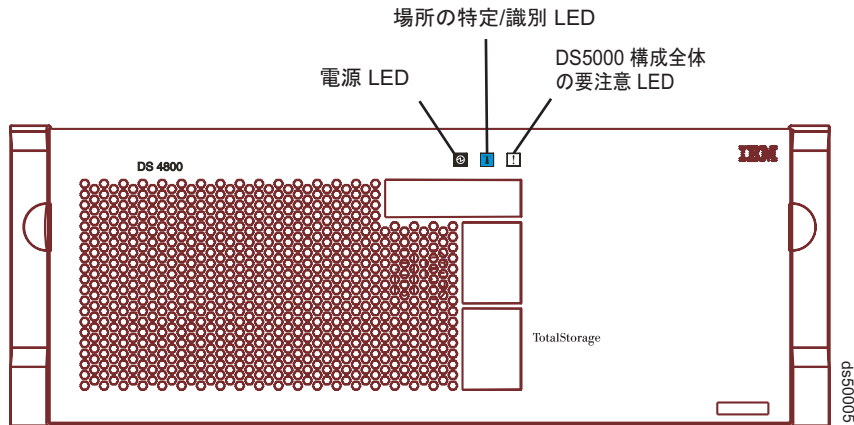

図 115. DS5100 および DS5300 の前面ベゼルにある構成全体の要注意 LED
2. ストレージ・サブシステムの前面ベゼルにある構成全体の要注意 LED を調べて、障害のある電源機構およびファン・ユニットが含まれているストレージ・サブシステムを突き止めます。(210 ページの図 115 に、前面ベゼルにある構成全体の要注意 LED の位置を示します。)